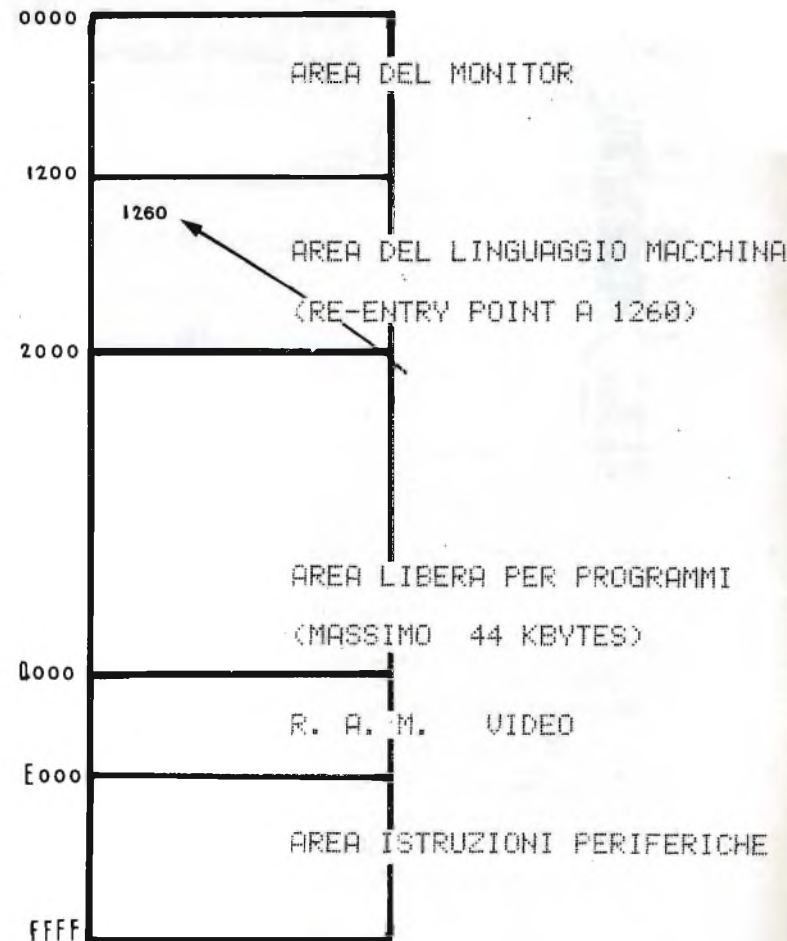

Fig. 2 - Mappa di memoria del sistema *MZ-80K SHARP* quando ospita il linguaggio macchina a posto del *BASIC*.
1) determinare la locazione di memoria a partire dalla quale è contenuto il programma di controllo a cui cedere il comando ad ogni fine di programma utente. Precisiamo che per lo *SHARP* accade che il Linguaggio Macchina 2001 contiene tutte le possibilità offerte dal monitor, con in più altre per display-dati, stampe, ecc., per cui è più conveniente dare il controllo a fine programma direttamente a tale linguaggio macchina. Troveremo quindi la locazione di rientro, che risulta essere in esadecimale *1260H* (*H* sta per *HEX.*, cioè esadecimale), esaminando la mappa di memoria in fig. 2.
2) Costruzione di una istruzione BASIC su misura. Ci occuperemo di aggiungere al set di istruzioni standard del BASIC un'altra istruzione che ci definiremo noi. Il nostro scopo è quello di disporre di una istruzione per effetti sonori speciali (per giochi, TV-games, ecc.). Innanzitutto, dobbiamo fare delle considerazioni sulla memoria. La nostra istruzione in più, che scriveremo in linguaggio macchina, risiederà nella RAM - utente, quindi fuori dal linguaggio vero e proprio. Dovremo quindi cercarle una zona di memoria "stabile" in cui siamo sicuri che il BASIC non vada a scrivere né programmi né dati. Per essere sicuri che tale zona di memoria risponda a tali requisiti, la sceglieremo, nella mappa di memoria di fig. 2, lontana dal BASIC in modo che non si intralci con esso. Scegliamo quindi la locazione di memoria CFOOH (cioè 52992 in decimale), dalla quale scriveremo il programma dell'istruzione dell'effetto sonoro. Il nostro proposito consiste nel generare un suono tipo "laser" che inizia a frequenza alta, poi via via decresce fino a smorzarsi finendo in una specie di "motore spento". Il relativo programma in linguaggio macchina esposto qui di seguito non è di facile interpretazione per chi non conosce bene l'assembly e le particolarità del sistema MZ-80K, quindi il lettore potrà far uso di questa routine, rimandando l'esatta comprensione di essa a tempi più adatti (il programma è valido per il CPU Z-80 ma non per CPU 8080-8085):